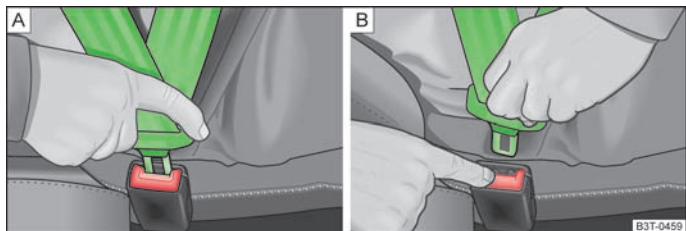

Fig. 118 Colocar y quitar el cinturón de seguridad
- Introducir la lengüeta en el cierre correspondiente al asiento » fig. 118 - [A] hasta que se oiga como encaja.
- Pulsar la tecla roja en el cierre del cinturón » fig. 118 - [B], la lengüeta del cinturón saldrá disparada.